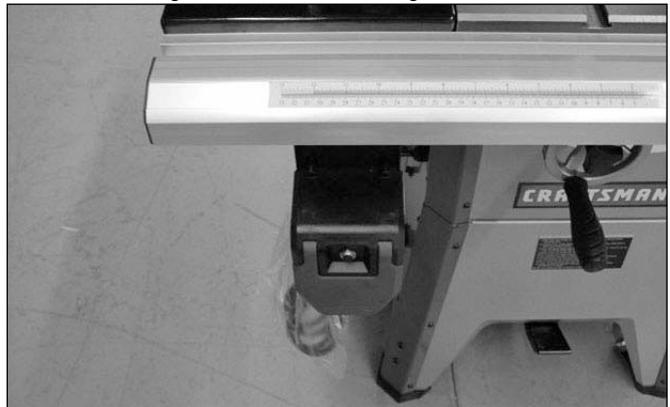

Figura 30
Consulte la Figura 30.
- Deslice el conjunto del interruptor 6" a 8" del extremo izquierdo del riel según se muestra en la Figura 30.